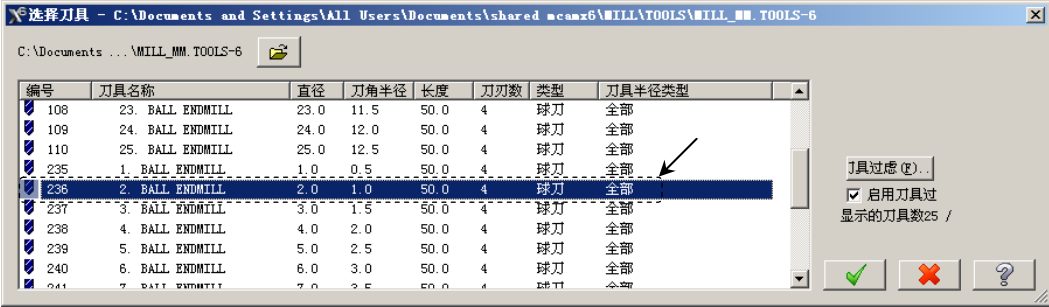

图 12.33 “选择刀具”对话框
Step6. 选择刀具。在“曲面精加工平行铣削”对话框中，单击 **选择刀具...** 按钮，系统弹出“选择刀具”对话框，在该对话框的列表框中选择图 12.33 所示的刀具。单击  按钮，关闭“选择刀具”对话框，系统返回至“曲面精加工平行铣削”对话框。